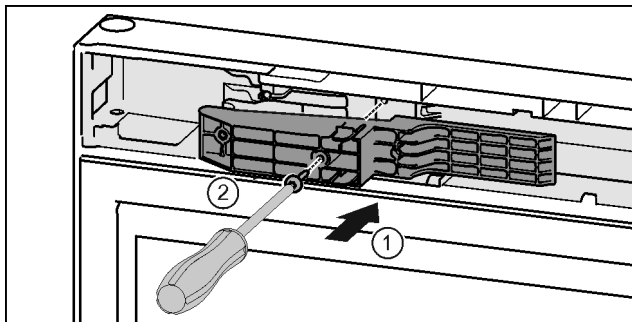

Fig. 48 *
- ▶ Adaptér nasadte na strane rukoväte do vybrania. Fig. 48 (1)*
- ▶ Skrutkovačom T15 pevne zaskrutkujte skrutky. Fig. 48 (2)*